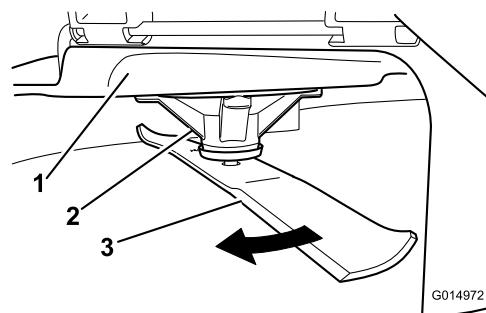

Figura 50
2. Usando luvas almofadadas ou outra protecção adequada para as mãos, rode lentamente a lâmina a medir para uma posição que permita uma medição efectiva da distância entre a extremidade de corte e a superfície nivelada onde a máquina está (Figura 50).